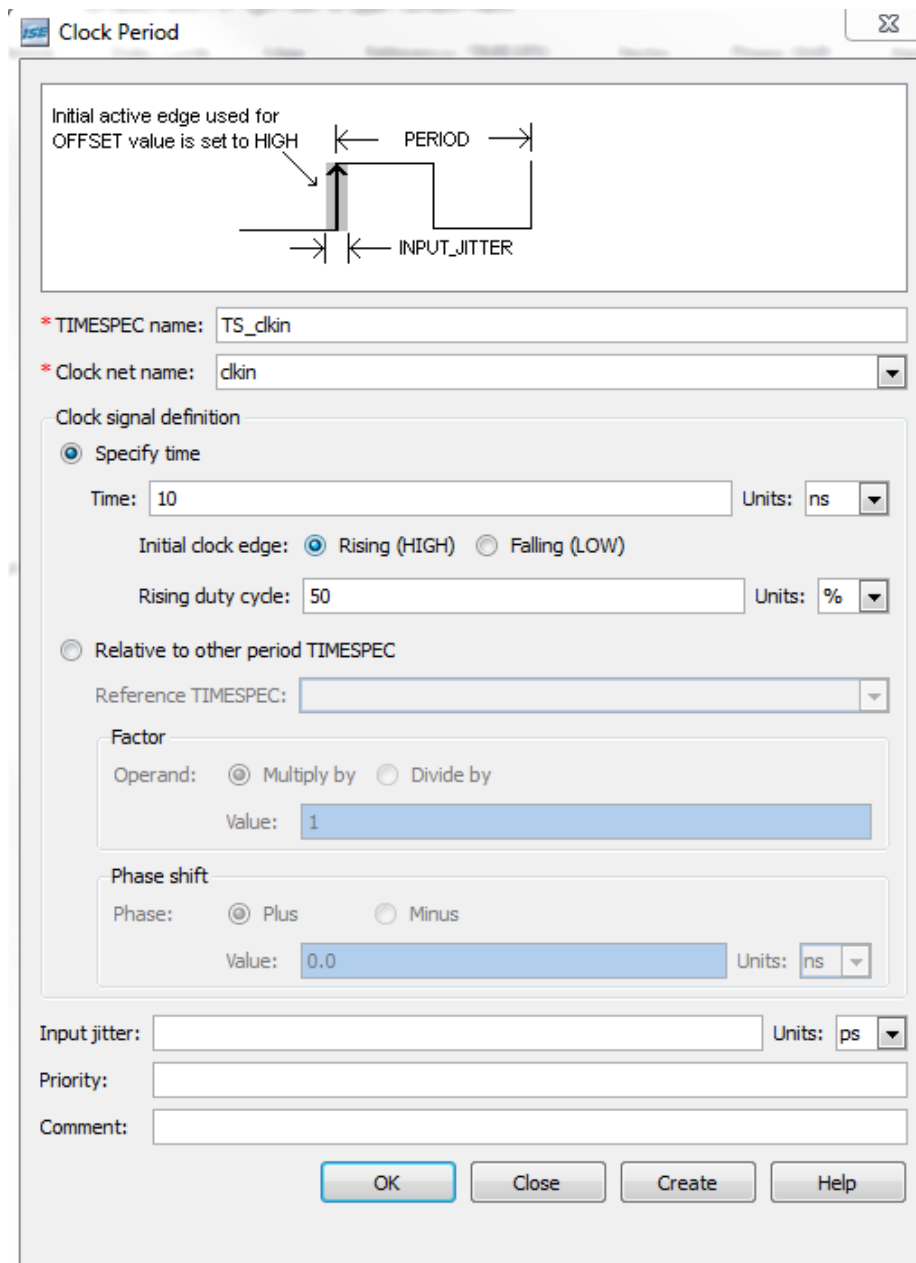

Figure 55. Boîte de dialogue Clock Period pour ajouter des contraintes de timing sur les horloges utilisées dans le détecteur de séquence.
3. Assurez-vous que les autres items sont configurés conformément à la boîte de dialogue Clock Period montrée à la Figure 55.